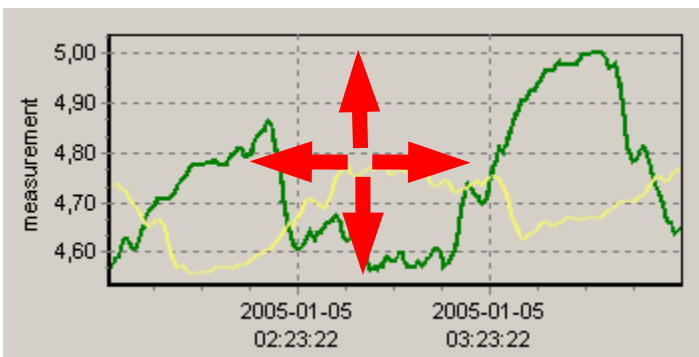

Abb. 3.8. Kurve verschieben
- **Kurve verschieben** - die Kurve kann nach links/rechts verschoben werden (entsprechend eines früheren/späteren Zeitraumes). Dazu klicken Sie mit der rechten Maustaste auf die Kurve und ziehen den Zeiger in die gewünschte Richtung (Abb. 3.8).